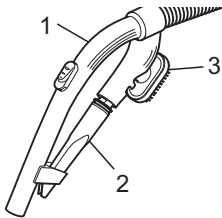

Abb. 5
■ Als **Zubehör** sind die Fugendüse und die 2 in 1 Kombidüse im Lieferumfang enthalten. Sie können an der Zubehörhalterung (Abb. 5/1) befestigt werden.
- **Fugendüse (Abb. 5/2)**
- 2 in 1 Kombidüse (Abb. 5/3) zu verwenden als: